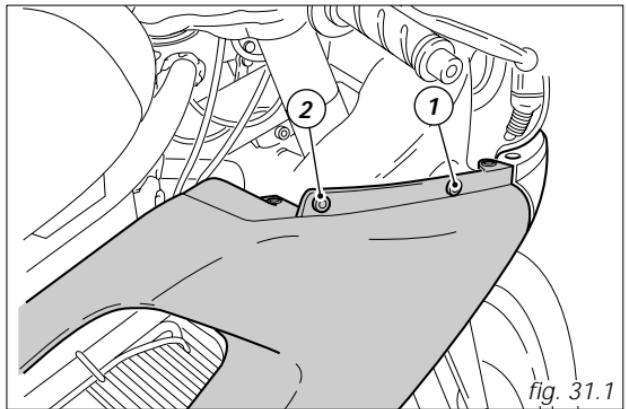

fig. 31.1
Svitare la vite (1, fig. 31.1) di fissaggio di ogni semicarena al telaietto laterale, sul lato sinistro, o al serbatoio espansione, lato destro e quelle posteriori (2) di fissaggio alla staffa del telaio.